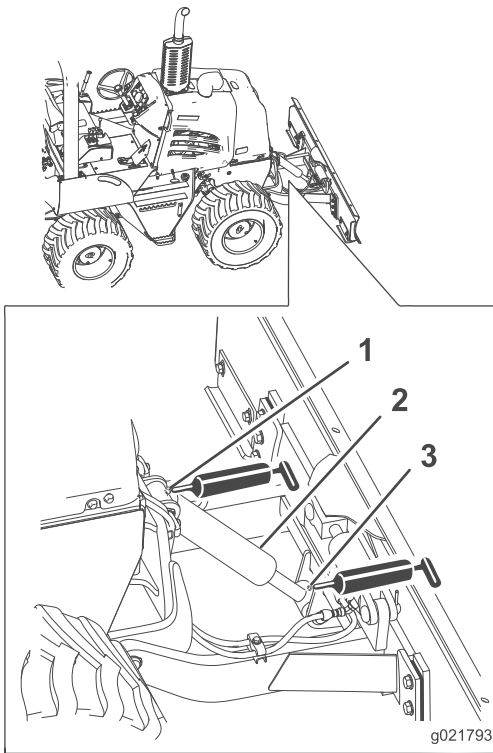

Figura 35
2. Conecte a pistola de graxa às graxeiras superior e inferior do cilindro de elevação e aplique 3 bombeadas de graxa em cada graxeira (Figura 35).